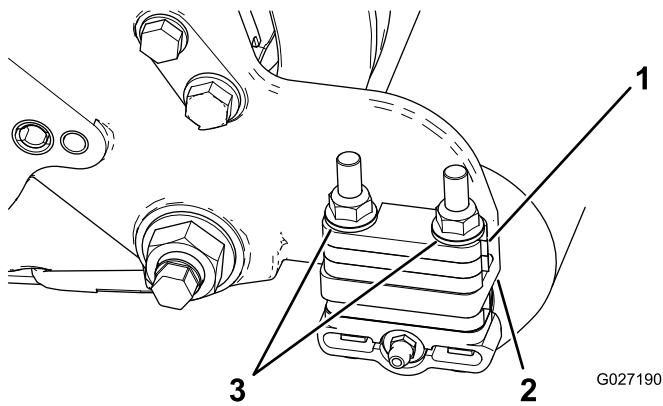

图5
9. 拆下将每个滚筒支架固定到每个侧板的 2 个凸缘锁紧螺母，以及位于侧板安装法兰顶部的所有 6mm 隔片（图5）。